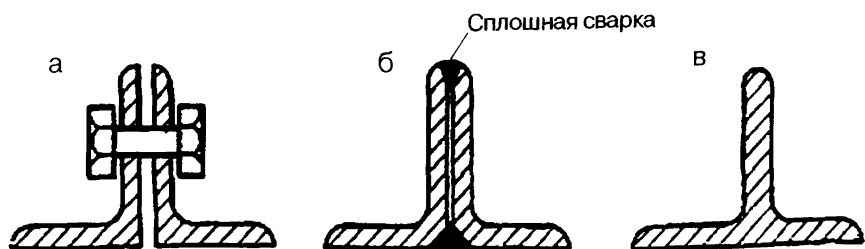

Рис. 2.5. а – плохо, б – лучше, в – хорошо
- сварные соединения более предпочтительны, чем болтовые (рис. 2.5)